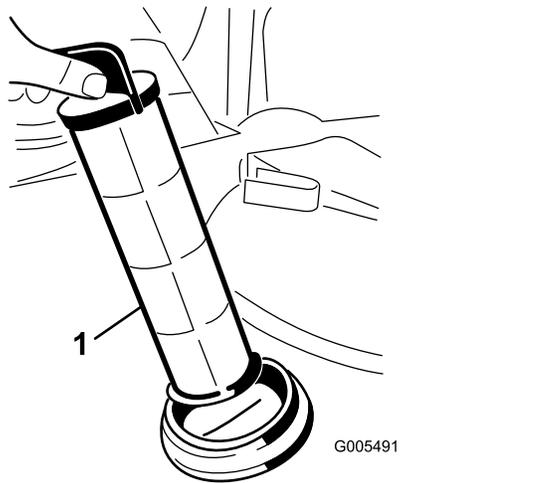

Bild 69
4. Ziehen Sie das Saugsieb aus dem Loch (**Bild 69**).